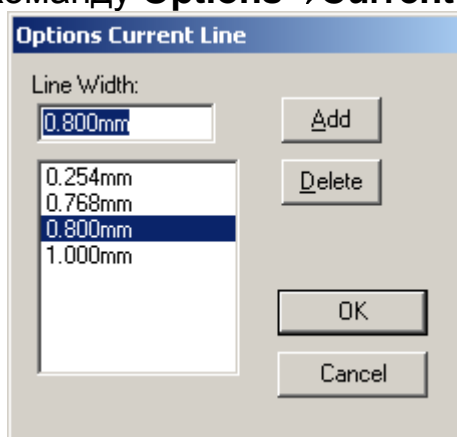

Рис. 13 Команда **Options Current Line**
7.1 Выберите команду **Options**→**Current Line** (рис. 13).